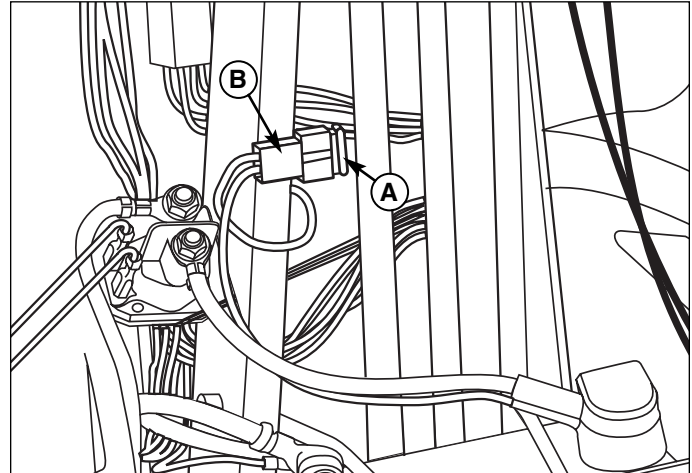
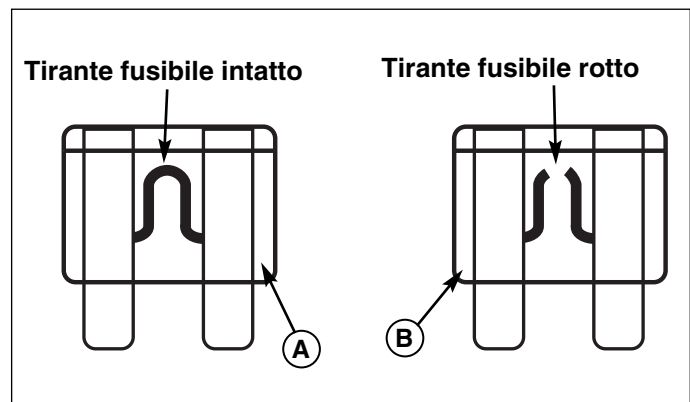

Figura 36. Fusibile
Figura 37. Fusibile di tipo a lama
1. Aprire il cofano ed individuare il portafusibile (B, Figura 36) ed il fusibile (A) attaccato alla torretta dello sterzo.
2. Tenere fermo il portafusibile (B) ed estrarre il fusibile (A).
3. Ispezionare il fusibile per individuare eventuali rotture. Vedere la Figura 37. Qualora vi siano delle connessioni rotte, sostituire il fusibile. In caso di dubbi su tiranti rotti, sostituire il fusibile.
4. Tenere fermo il portafusibile (B, Figura 36) ed inserire il nuovo fusibile (A) fin quando non risulta ben assestato.